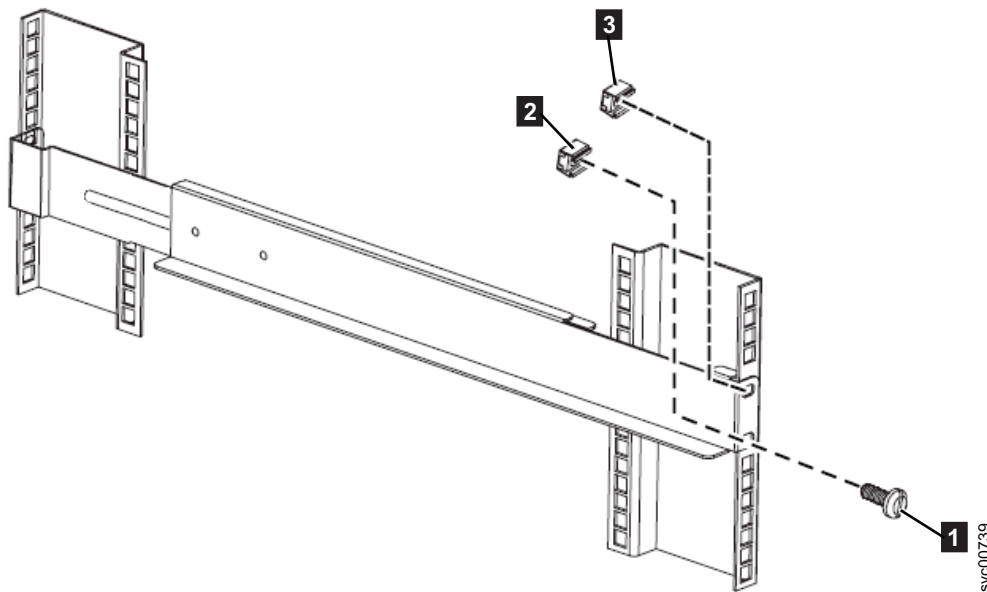

図 327. 2145 UPS-1U レール前部のラックへの取り付け
7. 2 つのクリップ・ナット **2** および **3** をラック前面に取り付けます。次に、M6 x 10 ねじ **1** を 1 つだけ使用して、370 ページの図 327 に示すようにレールを底部取り付け穴に取り付けます。